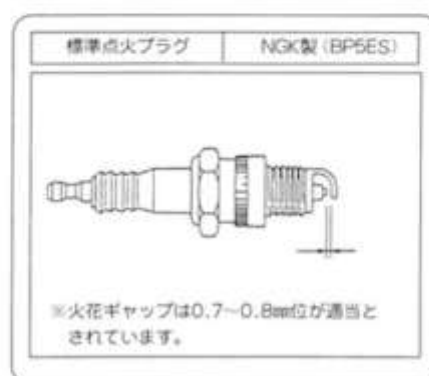

図58
- ① 定期的に点火プラグを取外し、電極部の焼け具合、損耗程度を点検し、ワイヤブラシで清掃の上、火花ギャップ（電極隙間）を0.7～0.8mmに調節します。(図58)
- ② 電極部が損耗または破損したものは新品と交換します。